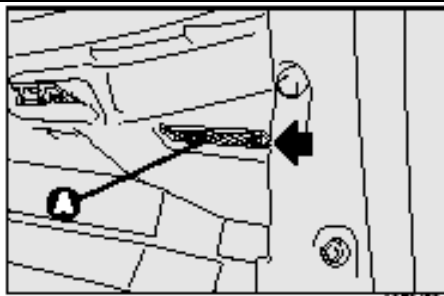

рис.48
- Извлечь плафон **А** – **рис.48** нажав на него в точке указанной стрелкой;
- Закрывать защитную панель **В** – **рис.49** на плафоне **А** – **рис.48**;